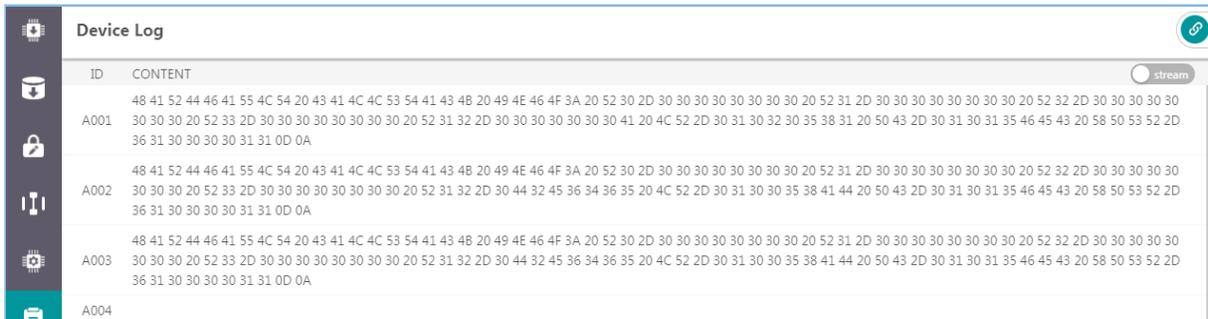

图 3-47 以字节流形式显示日志
- ：开关按钮切换至“stream”，表示以字节流形式显示日志信息，如图 3-47 所示。